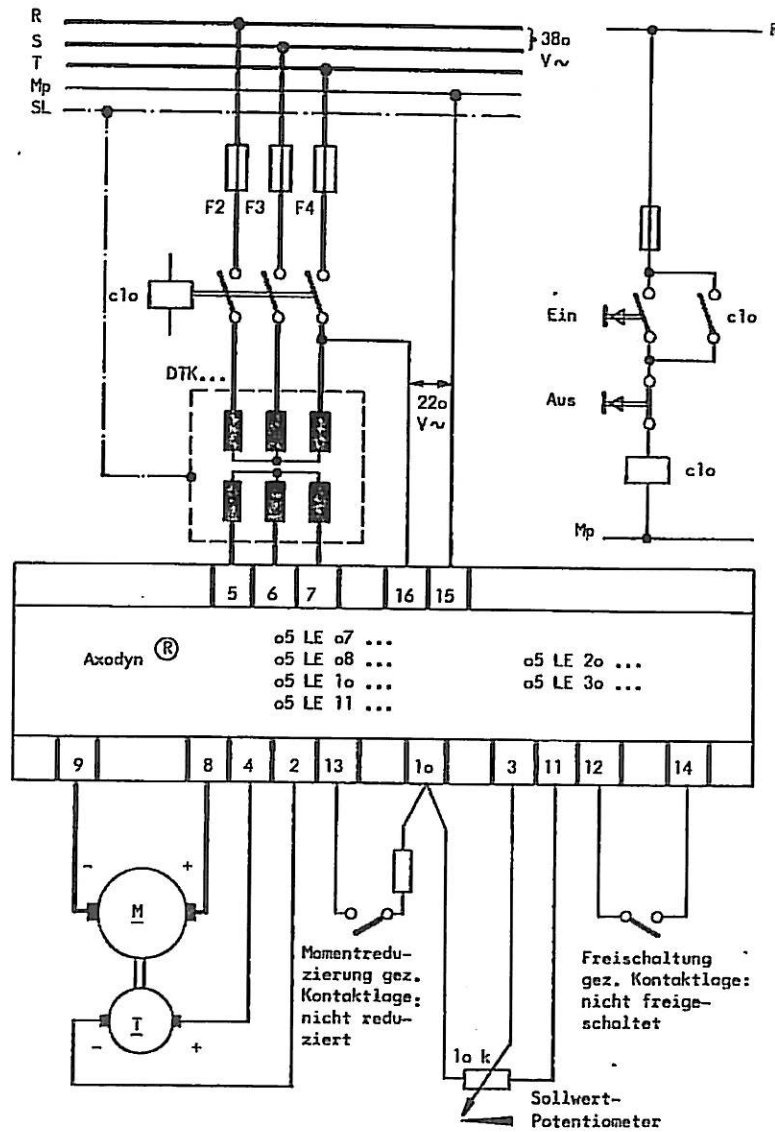

Bild 8
In Bild 8 ist ein Anschlußbeispiel für Drehzahlregelung mit Tachogenerator (Tachoregelung) gezeigt. Von der Tachoregelung abweichende Drehzahlregelungen sind im Kapitel 5 beschrieben.
- Sind die Polaritäten von Motor und Tachogenerator richtig? (s. hierzu Bild 8 und Kapitel 4.7)
Sind die Polaritäten von Motor und Tachogenerator bekannt, so werden sie entsprechend dem Anschlußbeispiel Bild 8 angeschlossen.